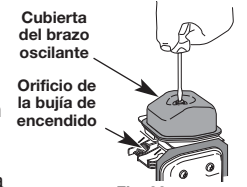

Fig. 33
- Saque la suciedad de alrededor de la cubierta del brazo oscilante. Saque el tornillo que sostiene la cubierta del brazo oscilante con un destornillador grande de vástago plano o con una broca Torx® T-25 (Fig. 33). Saque la cubierta y la junta del brazo oscilante.
- El pistón se encuentre en la parte superior de su recorrido mientras mira dentro del orificio de la bujía de encendido (Fig. 33).